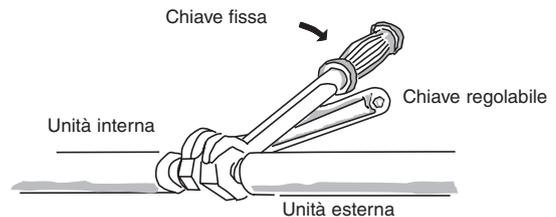

Fig. 7-6
- (1) Collegare serrando a fondo la tubazione del refrigerante del lato interno che sporge dalla parete con la tubazione del lato esterno.
- (2) Per fissare i bocchettoni, applicare la coppia di serraggio specificata a destra:
- Quando si rimuovono i bocchettoni dai raccordi della tubazione, oppure quando li si serra dopo aver collegato i tubi, accertarsi di usare 2 chiavi inglesi o a rollino come illustrato. (Fig. 7-6). Se i bocchettoni sono serrati eccessivamente, si possono provocare danni alla svasatura, che potrebbe dare luogo a fughe di refrigerante e a lesioni o principi di asfissia per gli occupanti del locale.